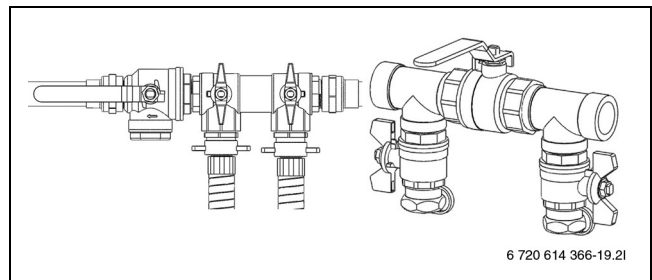

Bild 27 Befüllrichtungen in Befüllposition
- Ventile der Befüllrichtung auf die Befüllposition stellen (→ Bild 27).